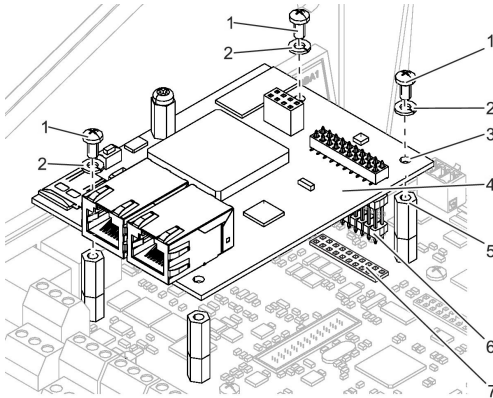

Abb. 9: Erweiterungsmodul EM-IP montieren
4. ▶ Das Erweiterungsmodul EM-IP (Abb. 9/4) mit der Verbindungsstiftleiste (Abb. 9/6) in den Steckplatz (Abb. 9/7) der Grundplatine des TCU3 oder TAM einstecken.
Das Erweiterungsmodul EM-IP vorsichtig an den vier Ecken auf die Abstandsbolzen (Abb. 9/5) drücken.
5. ▶ Das Erweiterungsmodul EM-IP mit 3 Befestigungsschrauben (Abb. 9/1) und Federringen (Abb. 9/2) wie in Abb. 9 dargestellt auf Grundplatine befestigen.